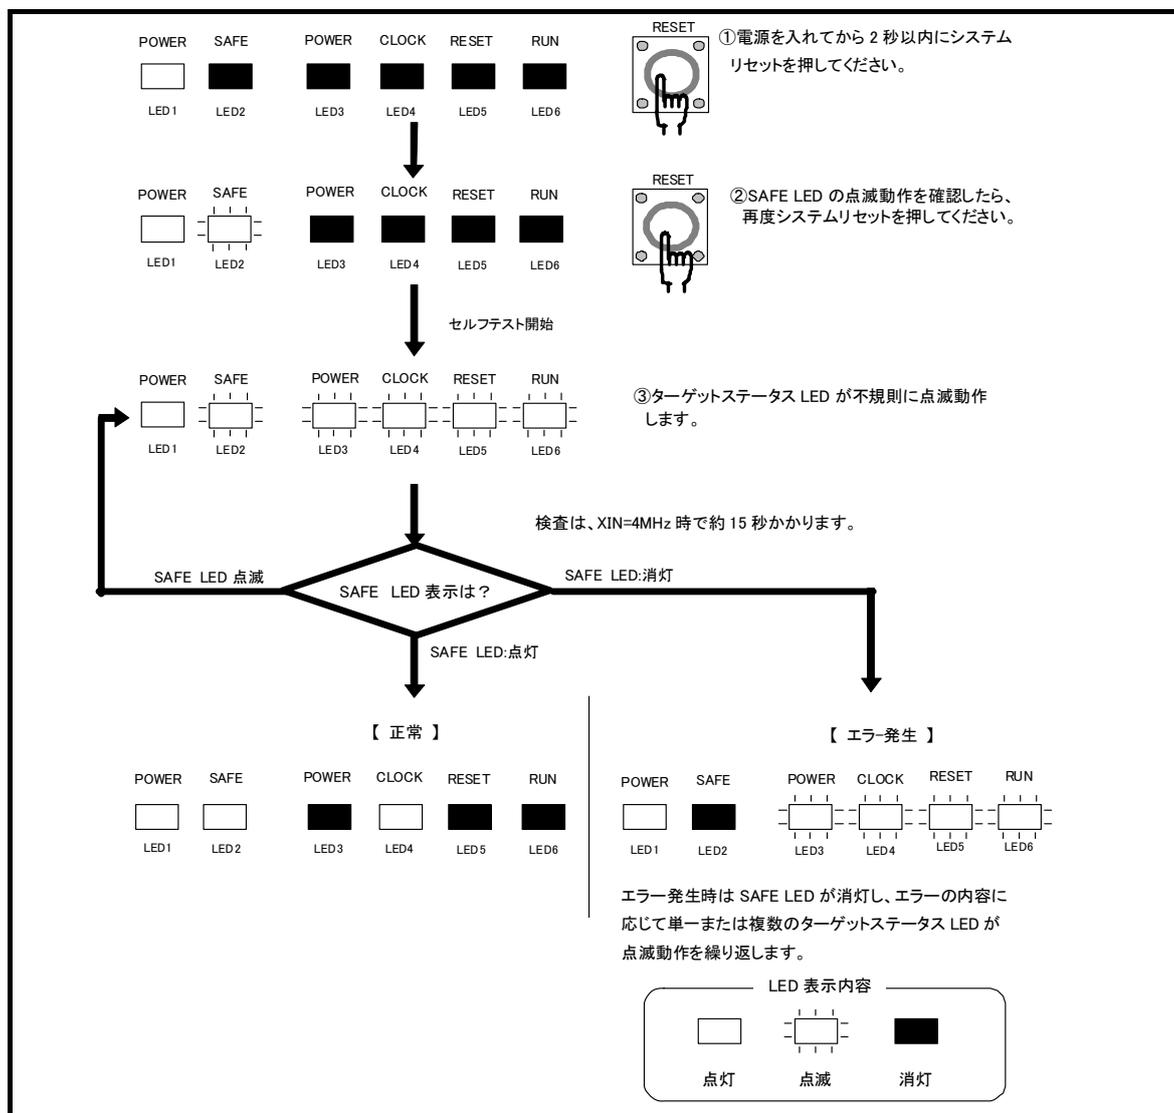

図 2.18 セルフチェック時のLED表示
セルフチェックは、エミュレータ機能が正常に動作するかを検査します。エミュレータのセルフチェック機能を使用する場合は、下記に示す手順に沿って実行してください。図 2.18に、セルフチェック時のLED表示を示します。
- ①本製品にユーザシステムが接続されている場合は、ユーザシステムを外してください。
- ②電源投入後2秒以内にエミュレータ上面のシステムリセットスイッチを押します。
- ③SAFE LEDの点滅開始確認後、もう一度システムリセットスイッチを押してください。
- ④セルフチェックが開始されます。セルフチェックは約15秒かかります。
- ⑤図 2.18に示す"正常"時のLED表示になれば、セルフチェック終了です。